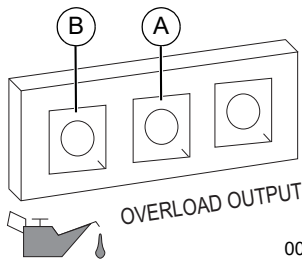

Figura 3-3. Fallo de apagado
NOTA IMPORTANTE: No sobrecargue el generador ni las tomas de corriente individuales del panel. Consulte la **Figura 3-3**. Si se produce una sobrecarga, el LED de sobrecarga (A) se iluminará y la salida de CA se detendrá. Para corregir este problema, consulte **Luces de estado del generador**. Lea la sección **Conozca los límites del generador** detenidamente.
El motor está equipado con un sensor de nivel de aceite bajo que apaga el motor automáticamente cuando el nivel de aceite cae por debajo de un nivel especificado para evitar que el motor se dañe. Consulte la **Figura 3-3** (B). El motor no funcionará hasta que se añada aceite hasta el nivel adecuado.